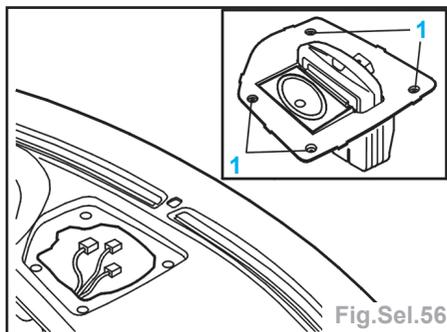

Fig.Sel.56
- Déposer l'écran du module de commande d'informations routières (RTI) / le haut-parleur (Fig.Sel.56).